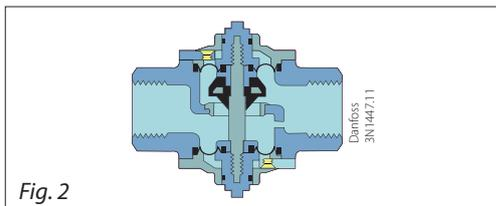

Fig. 2
2. Fig. 2. Corps de vanne avec orifice, clapet et éléments d'étanchéité.